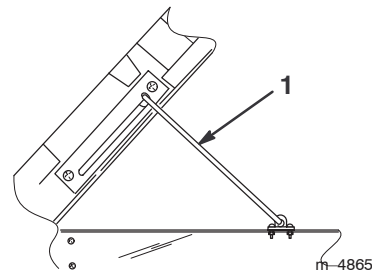

Bild 19
3. Heben Sie die Pritsche ganz hoch und senken sie dann etwas ab, um den Ständer einrasten zu lassen (Bild 19).